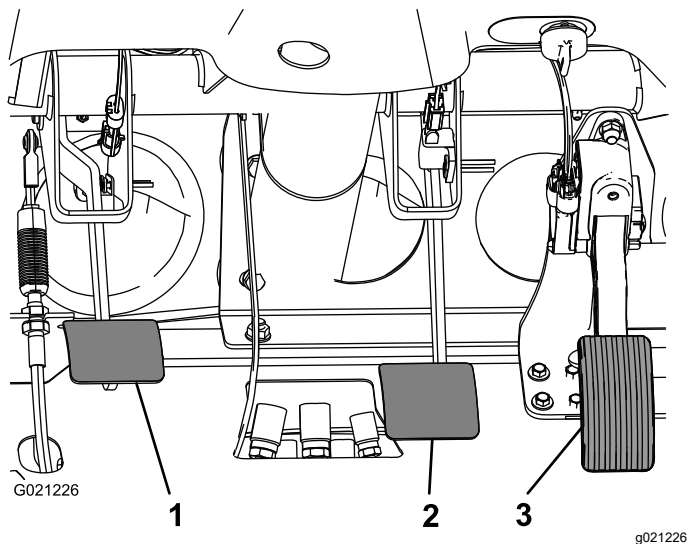

Figura 66
2. Sollevate il pedale del freno (Figura 66) fino a quando non viene a contatto con il telaio.
3. Allentate i controdadi che fissano la forcella all'albero del cilindro principale (Figura 66).